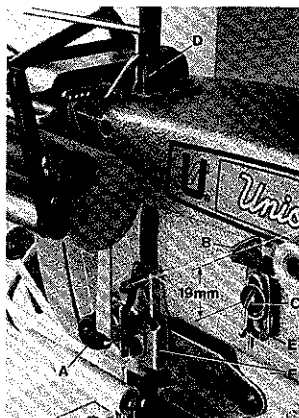

Fig. 49
Thread the machine (see Fig. 6). Set the tension for the needle threads to produce uniform stitches on the undersurface of the fabric. The tension applied to the looper thread should be very slight and just sufficient to steady the thread. The tension applied to the spreader thread on pre-tension (A, Fig. 49) on bed above the needle holder should be half as strong as the tension applied right on the thread tension assembly.
Set the needle thread frame eyelet (B, Fig. 49) 19 mm (3/4 in.) above the center of mounting screw (C). Lower it for more needle thread, raise it for less needle thread in the stitch.
Fädeln Sie die Maschine ein (siehe Fig. 6). Stellen Sie die Spannung für die Nadelfäden so ein, daß auf der Unterseite des Stoffes ein gleichmäßiger Stich gebildet wird. Stellen Sie die Greiferfadenspannung gerade so stark ein, daß der Faden ganz leicht gespannt ist und gleichmäßig abläuft. Die Spannung für den Legfaden soll an der Vorspannung (A, Fig. 49) am Gehäuse oberhalb des Nadelhalters etwa halb so groß sein wie die Spannung rechts an der Fadenspannung.
Stellen Sie die Nadelführung am Gehäuse (B, Fig. 49) 19 mm hoch zur Mitte der Befestigungsschraube (C) ein. Tieferstellen ergibt mehr, höherstellen weniger Nadelfaden in der Naht.
Set the height of spreader thread pull-off eyelet (F, Fig. 49) to have pulled-off just sufficient thread for an exact stitch formation. Raise the pull-off eyelet for a looser spreader thread and lower it for a tighter spreader thread. Set spreader thread frame eyelet (F, Fig. 49) so that the spreader thread forms a horizontal straight line between eyelet (E) and pull-off eyelet (F).
Stellen Sie die Legfaden-Abzugsführung (F, Fig. 49) in der Höhe so ein, daß gerade soviel Faden abgezogen wird, wie zur Bildung einer exakten Naht benötigt wird. Höherstellen der Abzugsführung ergibt einen loseren und tieferstellen einen straffer angezogenen Legfaden. Montieren Sie die Legfadenführung (E, Fig. 49) am Gehäuse so, daß der Legfaden zwischen Führung (E) und Legfaden-Abzugsführung (F) eine waagerechte, gerade Linie bildet.